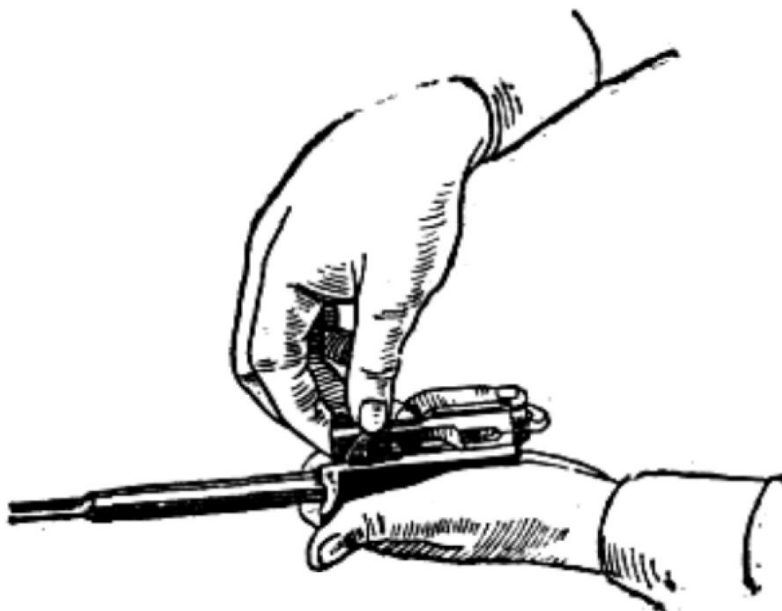

Рис. 28. Отделение затвора от затворной рамы
8) **Отделить затвор от затворной рамы.** Взять затворную раму в левую руку затвором кверху (рис. 28); правой рукой отвести затвор назад, повернуть его так, чтобы ведущий выступ затвора вышел из фигурного выреза затворной рамы, и вывести затвор вперед.